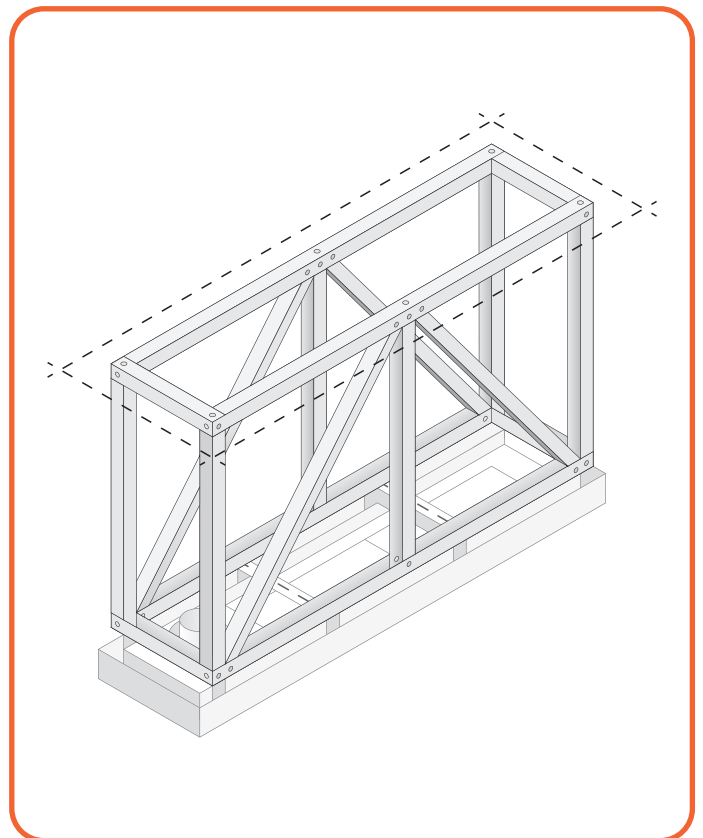

Figura 6.15 -
- Posizionare le traverse tra i profili utilizzati per garantire un supporto e un fissaggio supplementari della struttura. (Figura 6.15)